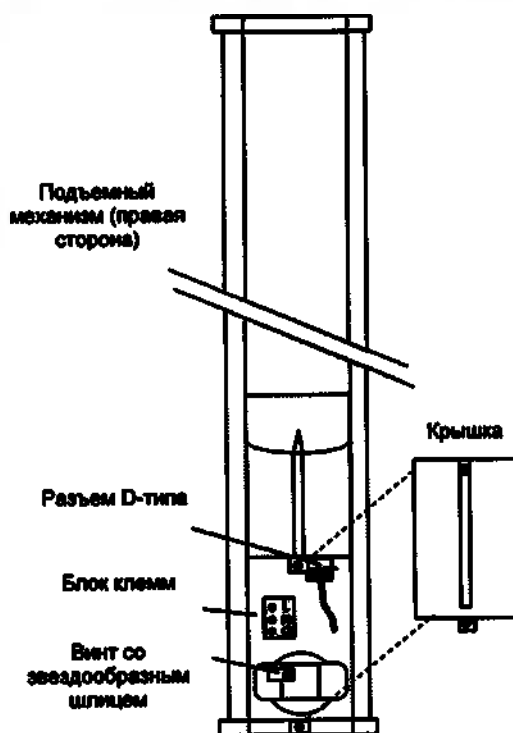

Рис. 13
- A. *С правой стороны прибора:* удалите два винта с крестообразным шлицем, удерживающие крышку на корпусе Подъемного механизма, и снимите крышку (см. Рис. 13).